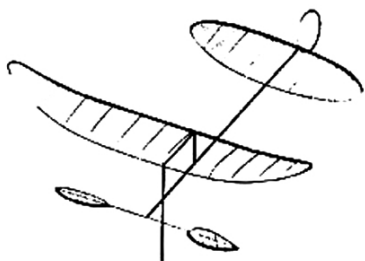

图 1-6 室内模型飞机
(6) 室内模型飞机——这是一种特殊的模型飞机，它总共只有 1~3 克重，相当于一支香烟的重量。模型是以橡筋为动力带动螺旋桨旋转，在室内平稳而缓慢地飞行，每秒钟只前进几百毫米，但它可以在空中飞行几十分钟。如图 1-6。